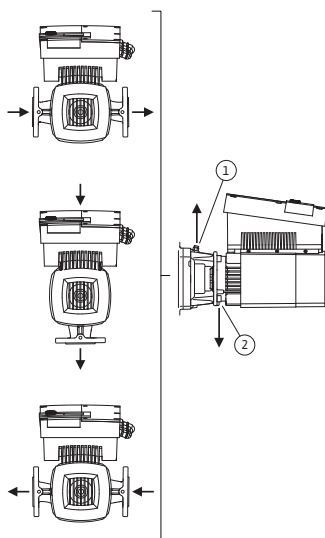

Fig. 22: Positions de montage autorisées avec arbre moteur horizontal
Les positions de montage autorisées avec arbre moteur horizontal sont représentées sur la fig. 22. Toute position de montage exceptée « Module électronique vers le bas » est autorisée. Le dégazage de la pompe n'est assuré que si la vanne de purge pointe vers le haut (fig. 22, pos. 1).
Seule cette position permet d'éliminer de façon ciblée le condensât présent via un perçage présent (fig. 22, pos. 2).